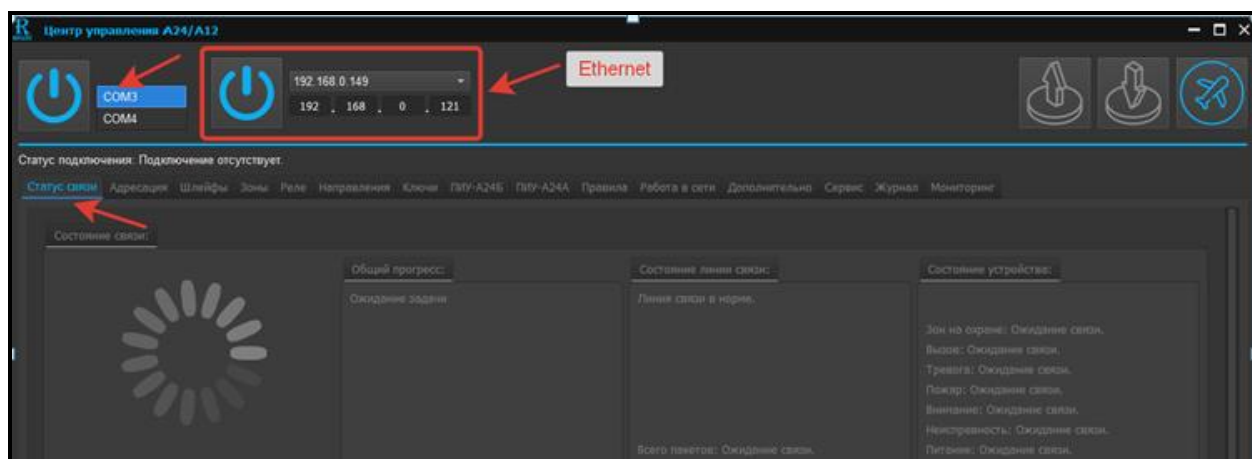
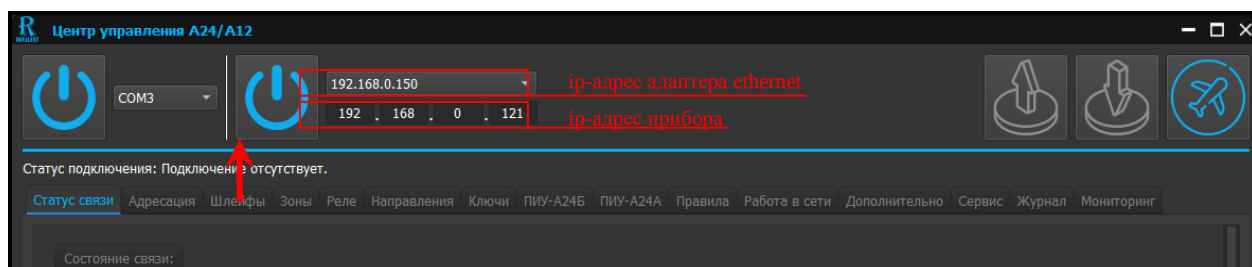
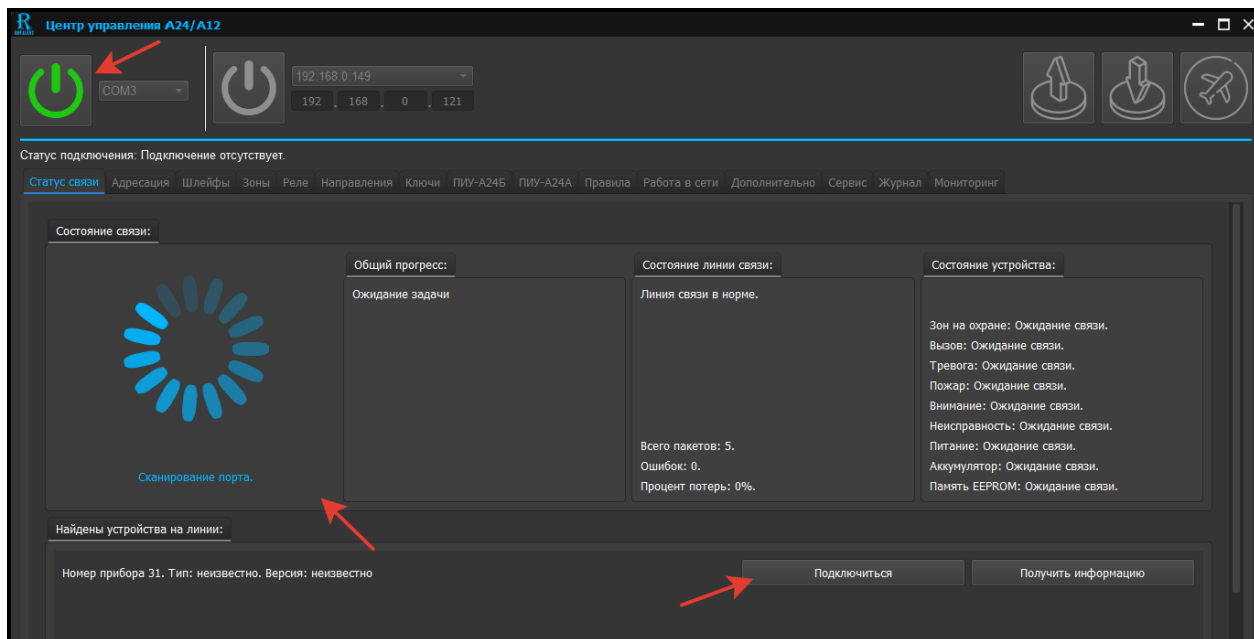

Рис. 5. Выбор COM-порта и установка связи с конфигурируемым устройством
Рис. 6. Выбор IP-адресов и установка связи по каналу Ethernet с конфигурируемым устройством
Рис. 7. Открытие порта связи и выбор программируемого устройства
После запуска приложения откроется рабочее окно программы «Центр управления A24/A12». Для настройки соединения в рабочем окне в выпадающем меню «СОМ-порт» (см. рисунок 5), нажать на клавишу «СОМ» и выбрать виртуальный СОМ-порт ПЭВМ, которым определился после инсталляции драйвера адаптер, используемый для связи с программируемым
Для настройки соединения по Ethernet в рабочем окне в выпадающем меню «ip-адрес адаптера ethernet» (см. рисунок 6), выбрать IP-адрес адаптера Ethernet и указать IP-адрес прибора в меню «ip-адрес прибора». По умолчанию заводом-изготовителем установлен IP-адрес прибора 192.168.0.121. Если IP-адрес выбран правильно, активируется программная страница «Статус связи» (название страницы должно быть выделено синим цветом с подчеркиванием).
- нажать кнопку «Открыть порт» (см. рисунок 5) или кнопку «Подключиться по Ethernet» (если для подключения используется Ethernet) (см. рисунок 6). При открытии порта графический символ обозначения кнопки должен отобразиться зеленым цветом, в окне «Состояние связи» - текущий процесс считывания конфигурации подключенных устройств. Выбрать устройство для программирования (ППКО или ВПУ-A24/700) и нажать клавишу «Подключиться» напротив выбранного устройства (см. рисунок 7).